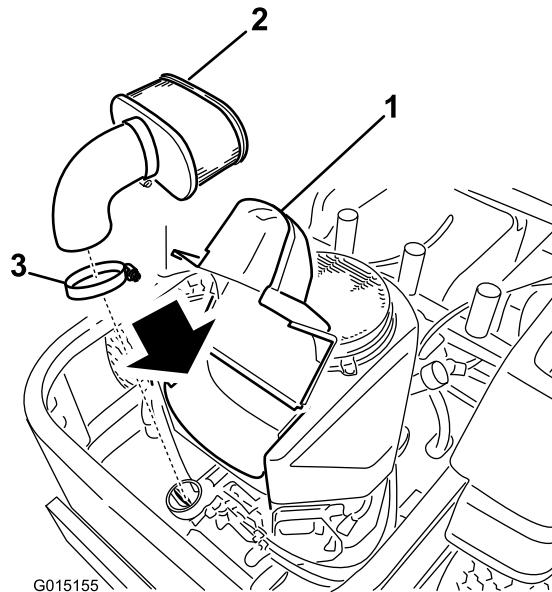

Figure 29
4. Soulevez le couvercle et déposez le collier qui fixe le filtre à air au moteur (Figure 29).
5. Desserrez le collier de flexible et retirez l'élément en papier (Figure 29).